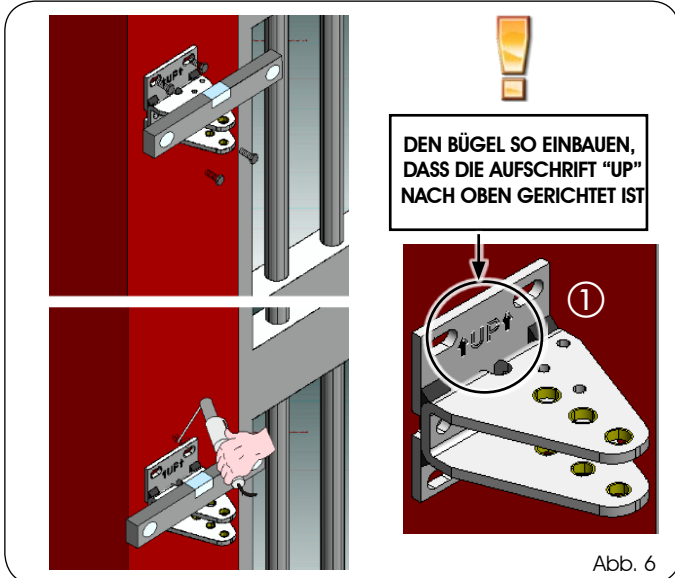

Abb. 6
1. Beim perfekt waagrecht Anschweißen oder Befestigen des hinteren Anschlusses mit geeigneten Schrauben, Dübeln/gewindegeschnittenen Einsatzstücken an der Säule müssen die in der Tabelle 1 genannten Werte berücksichtigt werden. (Unter keinen Umständen darf der hintere Anschluss abgeschnitten werden. Er muss immer mit nach oben gerichteter Aufschrift "UP" wie in Abb. 6 Bez. ① dargestellt angeordnet werden).